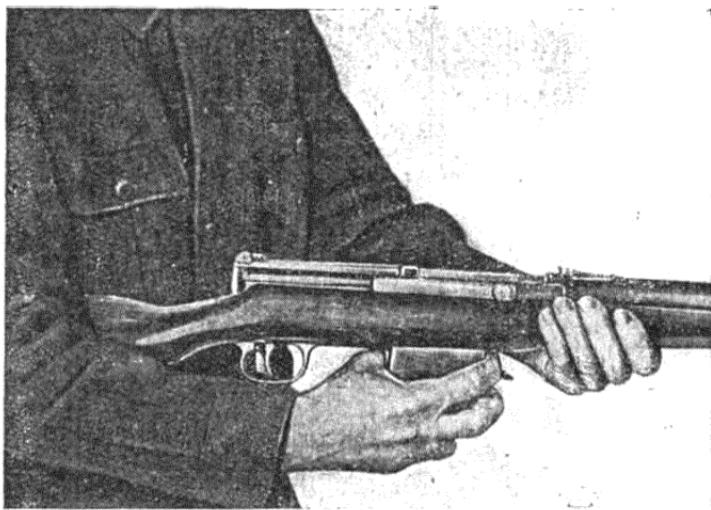

Рис. 39. Отделение магазина от карабина.
2. Отделить магазин: обхватив магазин правой рукой и нажав одновременно большим пальцем на защелку магазина, оттягивать последний вниз и вперед и вынуть из окна коробки (рис. 39).